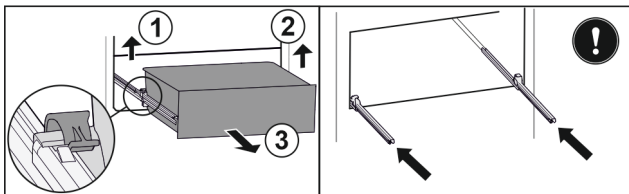

Fig. 54
- Linker klem optillen en gelijktijdig lade links naar voren trekken. Fig. 54 (1)
- Rechter klem optillen en gelijktijdig lade rechts naar voren trekken. Fig. 54 (2)
- Lade naar voren toe verwijderen. Fig. 54 (3)